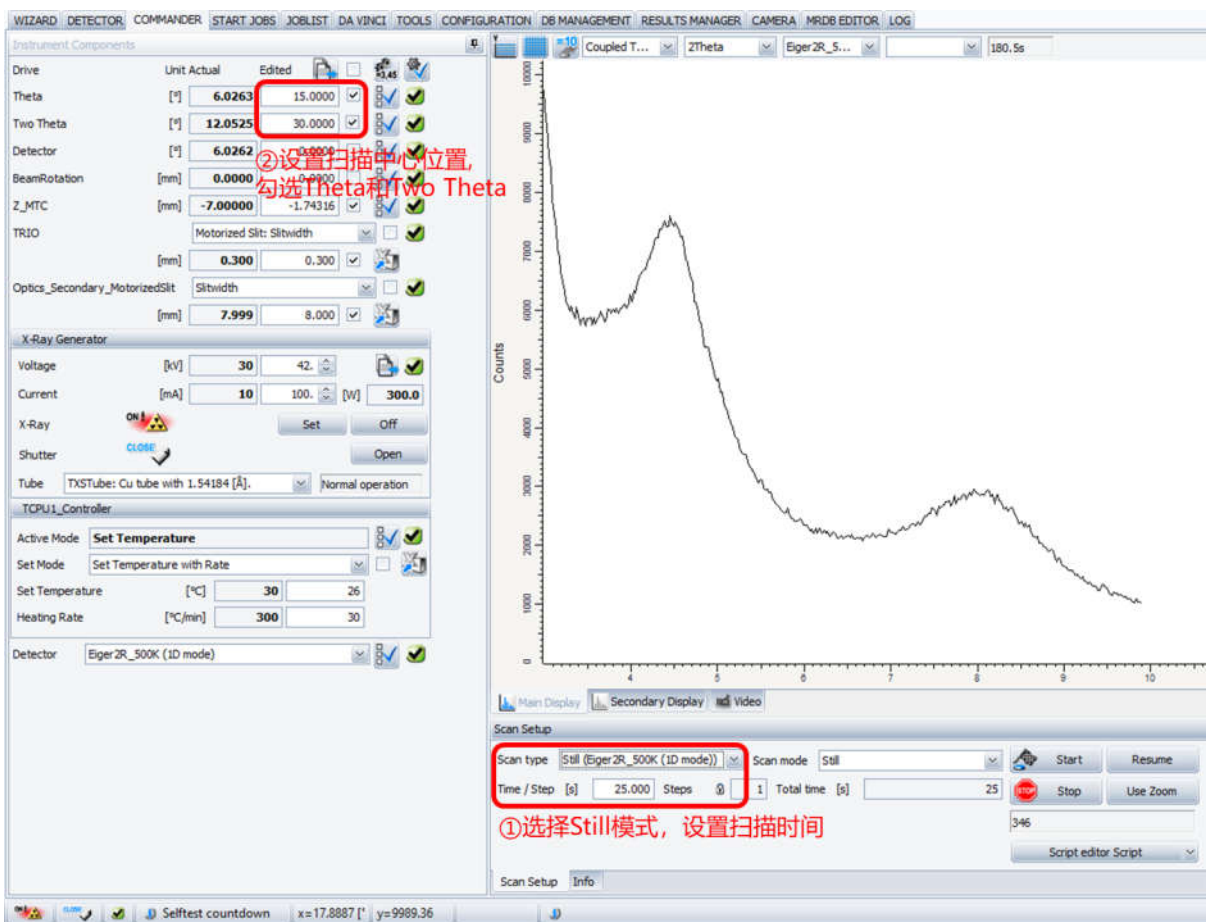

图 6-11 Still 扫描参数
②Still: 设置 Theta 和 Two Theta 中心位置、曝光时间, 探测器多通道同时收集 Two Theta 方向数据, 该模式能够一次性扫描 2theta 范围小于 15° 的区间, 次级光路需使用全景索拉或小索拉狭缝 (图 6-11)。